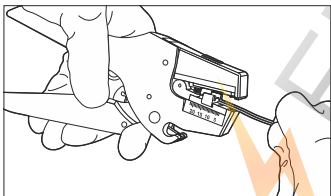
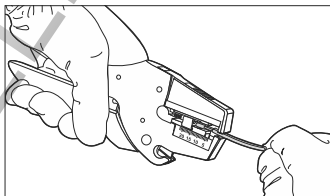
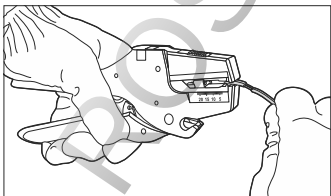

Рисунок 4
Рисунок 5
Рисунок 6
5.4 Поместить провод в стриппер, прижать свободный конец провода к регулятору длины зачистки (рисунок 4) и произвести снятие изоляции с провода (рисунок 5). В случае если после снятия изоляции с провода она не полностью сошла с токоведущих жил, необходимо зажать отрезанную изоляцию в механизме удержания и извлечь из неё токоведущие жилы (рисунок 6).